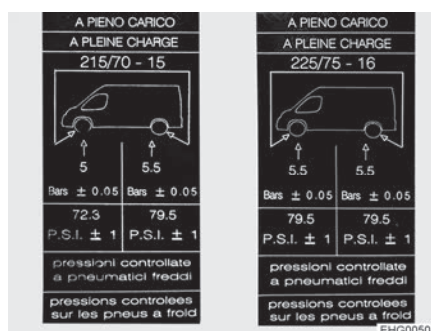

Fig. 226 Etiqueta adhesiva de información acerca de la presión de los neumáticos en la columna B (ejemplo)
- ▷ En el interior de la columna B se han fijado etiquetas adhesivas de información indicando la presión necesaria para los neumáticos (véase Fig. 226).